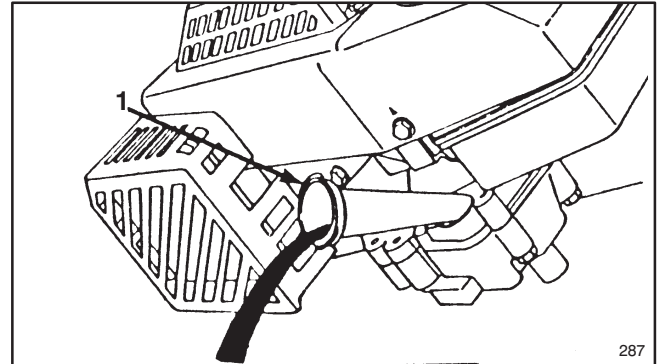

Figure 18
4. Basculer la tondeuse sur le côté gauche pour permettre à l'huile de s'écouler dans le bac (Fig. 18).